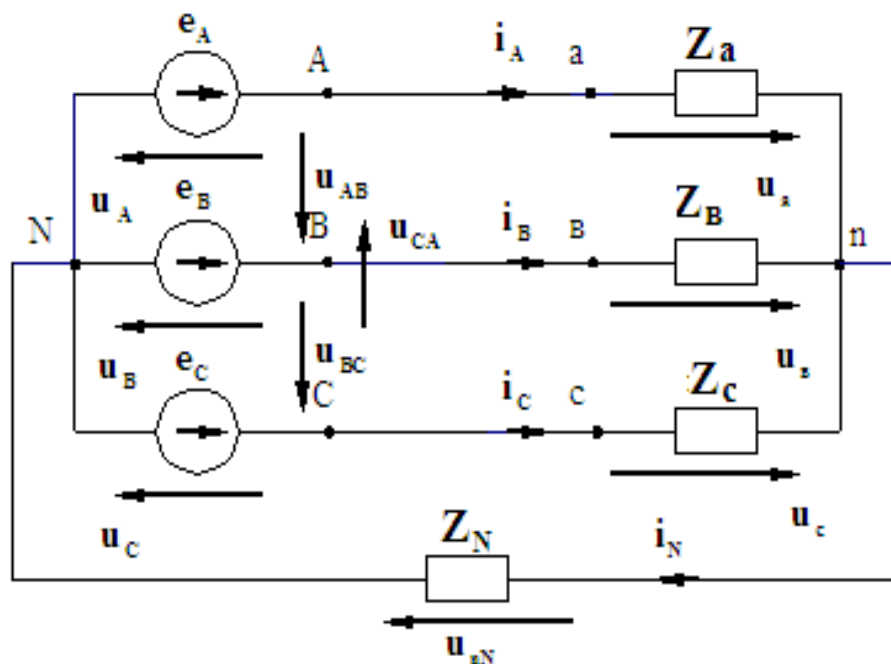

Рисунок 5.1- Схема трехфазной цепи при соединении фаз генератора и нагрузки по схеме « звезда - звезда»
5.2.1.1 Вычертить схемы соединения «звезда» трехфазного источника и приемника электрической энергии, указать на них положительные направления ЭДС, фазных и линейных напряжений (рисунок 5.1).
5.2.1.6 Собрать схему (рисунок 5.1) на лабораторном стенде, выбрав из набора миниблоков три резистора с параметрами, заданными в таблице 5.1, и все необходимые приборы, для экспериментальной проверки результатов расчетов.